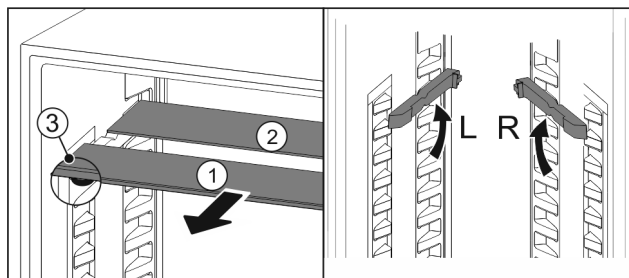

Fig. 120
- Skleněné desky jednotlivě vytáhněte dopředu Fig. 120 (1).
- ▷ Skleněná deska Fig. 120 (1) s ozdobnou lištou leží vpředu.
- ▷ Zarážky Fig. 120 (3) směřují dolů.